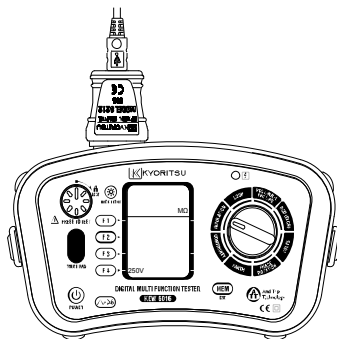

Fig.52
(2)Umetni Model8212USB u KEW6016 kao što je prikazano na slici Fig 52. Test pipalice treba ukloniti sa KEW6016 za ovo vreme.